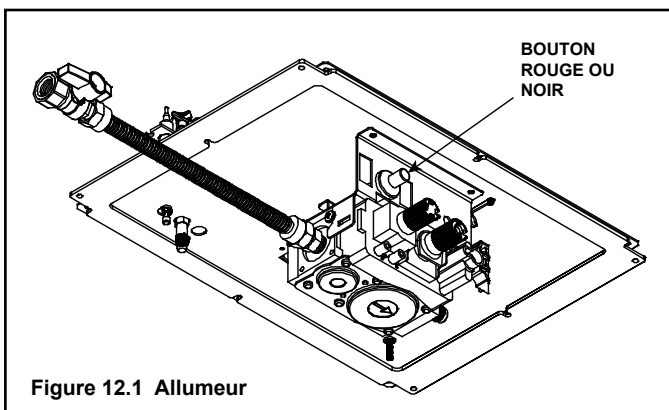

Figure 12.1 Allumeur
- Un allumeur rouge ou noir (tel qu'illustré à la Figure 12.1) indique que ce foyer utilise un système d'allumage à veilleuse permanente.